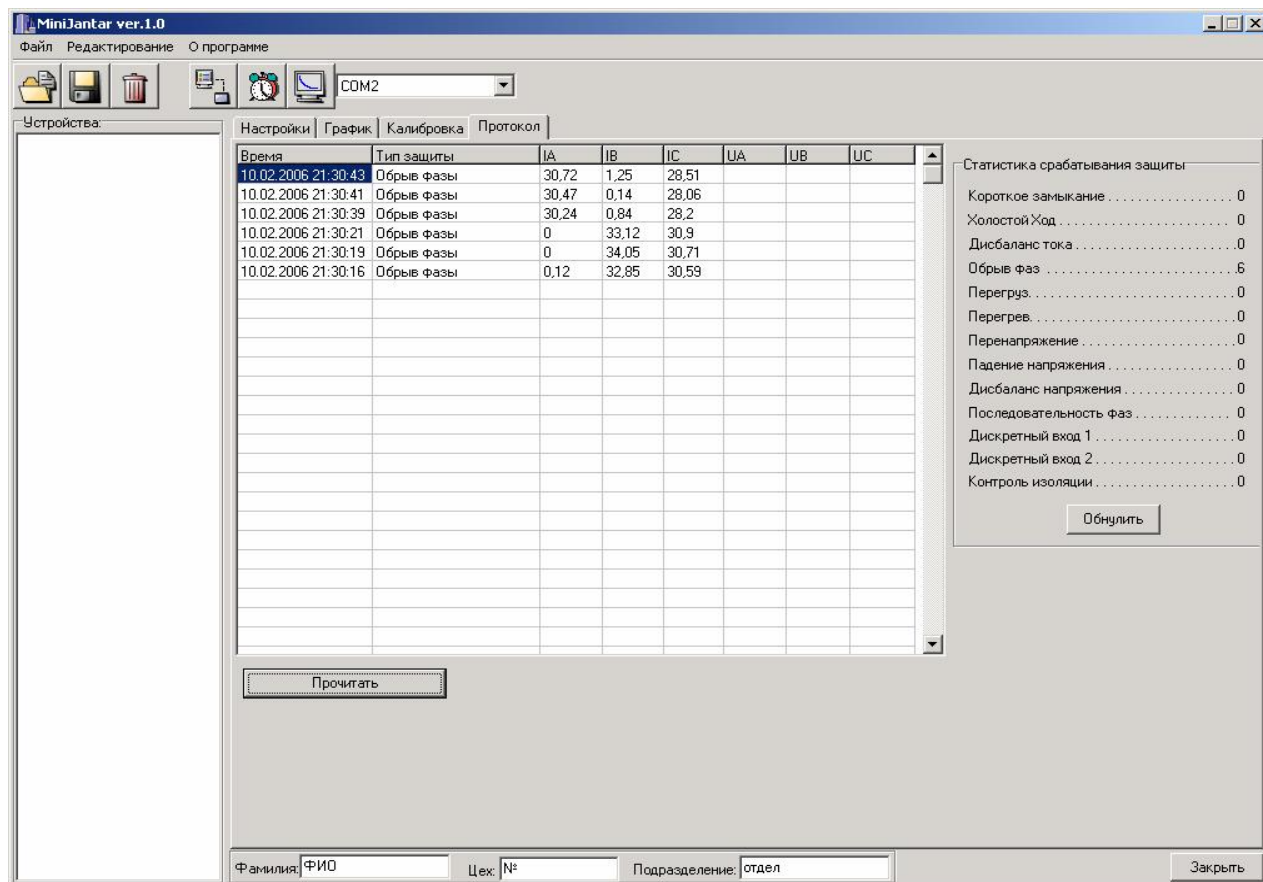

Рис. 5 Окно просмотра статистики и параметров аварий
2.3.6 Просмотр статистики аварийных ситуаций возможен с помощью пульта управления и индикации или с помощью сервисной программы (рис. 5).